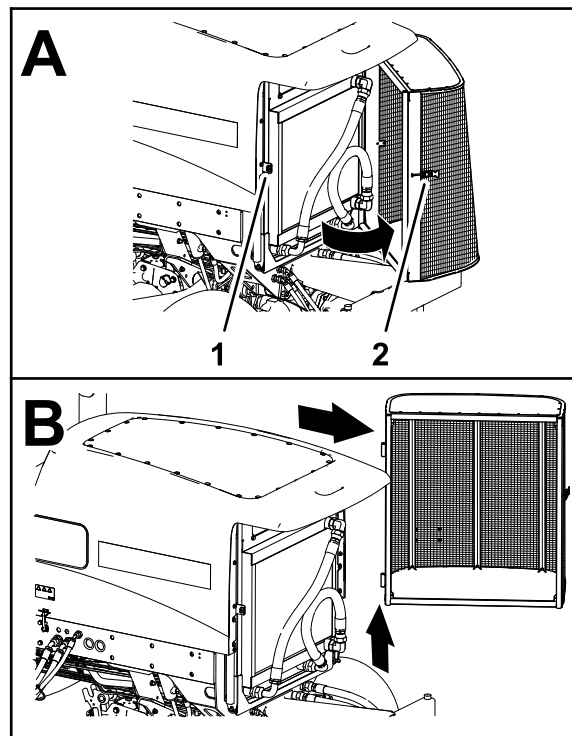

図 156
2. 後部スクリーンのラッチを外してスクリーンを開く **図 156**。